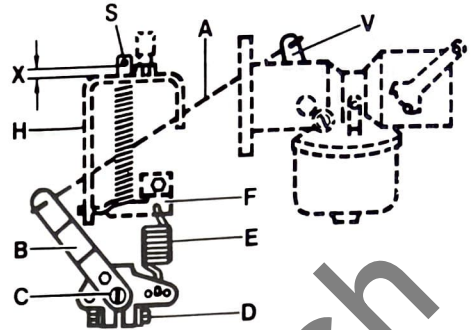

Bild 6
- Reglerfeder (E, falls nicht anders angegeben) in das mittlere Loch des Hebels (B) und Federführung (F) einhängen.
- Hebel (B) mit Verbindungsstange (A) auf die Reglerwelle (C) schieben und gleichzeitig Verbindungsstange (A) in den Hebel (V) an der Drosselklappe einführen.
- Drosselklappe in Leerlaufstellung bringen und sich vergewissern, dass zwischen Anschlagstift (S) und Oberkante des Halters (H) ein Abstand von 2 mm besteht (X, Bild 6).
- Schraube (D) des Hebels (B) leicht anziehen. Hebel (B) nach rechts drücken und mit Schraubenzieher Achse (C) nach links bis zum Anschlag drehen. Dann Hebel (B) nach links bis zum Anschlag drängen und Schraube (D) endgültig festziehen.